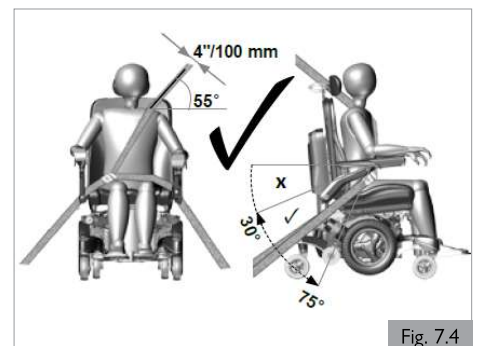
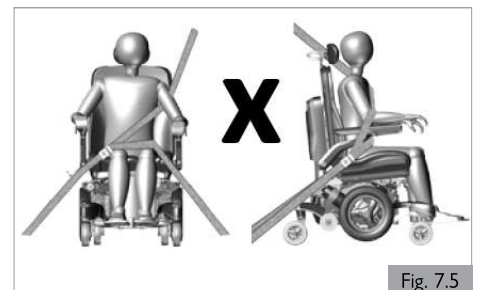

Fig. 7.4
Fig. 7.5
- Las cinchas de sujeción deben ir montadas en el pilar apropiado del vehículo y no deben quedar alejadas del cuerpo debido a componentes de la silla de ruedas, como reposabrazos o ruedas (Fig. 7.5).
- Siempre es mejor un ángulo más pronunciado (o mayor) dentro de la zona de preferencia, o sea, más cercano a los 75°, pero nunca excediéndolos (Fig. 7.4).
- i. El cinturón de seguridad troncal debe colocarse por encima del hombro y debe atravesar el pecho, tal como se muestra en la ilustración (Fig. 7.4). Los cinturones de sujeción deben quedar ajustados en su punto más ceñido, siempre que resulte cómodo para el usuario. No se ponga el cinturón de seguridad como se muestra en la fig. 7.5.